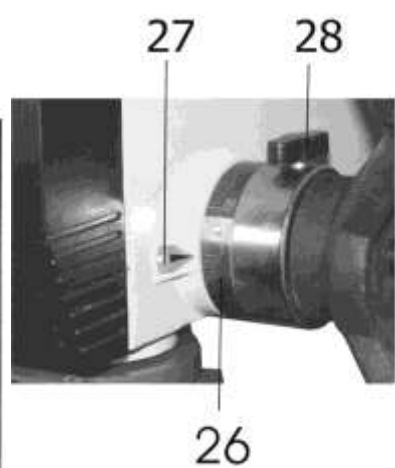

Рис. 7
10.4. Контроль и регулировка глубины сверления «глухих» отверстий производится по шкале (26), Рис.7. Для этого необходимо ослабить фиксирующую ручку (28), затем установить вращением кольца шкалы (26) необходимую глубину сверления глухого отверстия, сопоставив соответствующее деление шкалы (26) с указателем (27), Рис.7. После этого необходимо зафиксировать заданную настройку фиксирующей ручкой (28). При достижении заданной глубины сверления нулевая риска на шкале (26) совпадет с указателем (27), Рис.7.